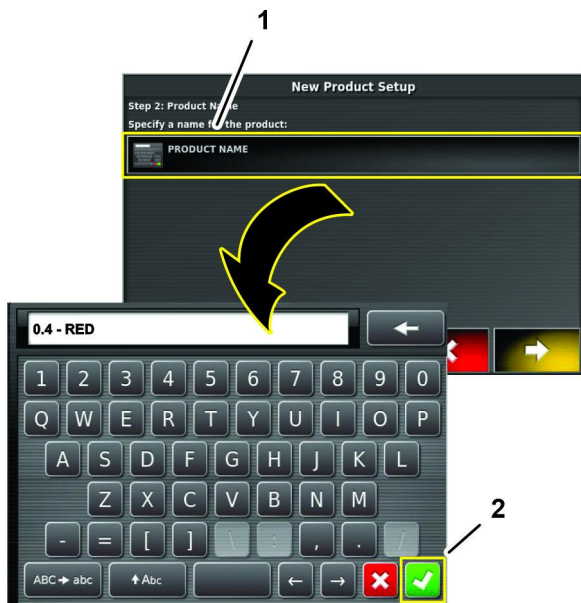

图 118
7. 按产品名称图标用显示屏键盘输入产品名称然后按“确认”图标图 118。